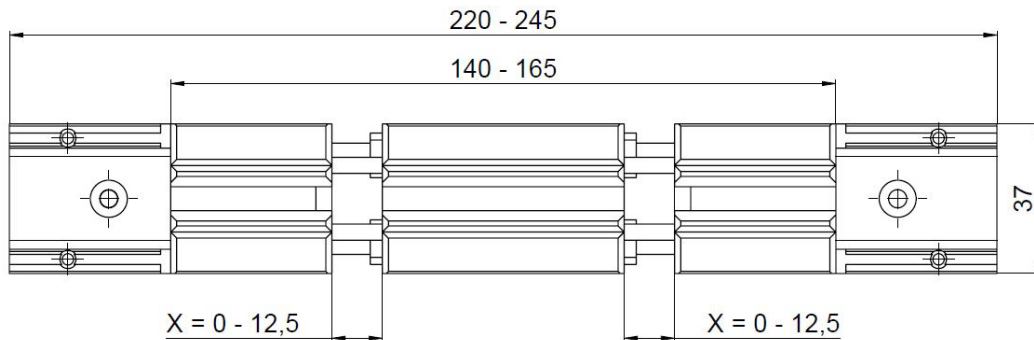
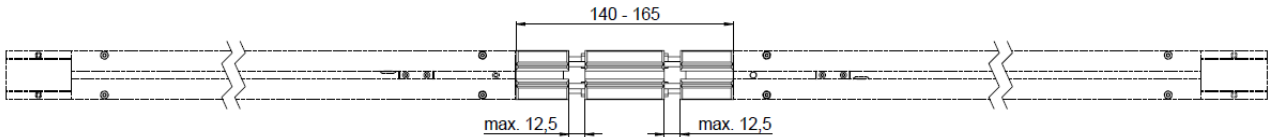
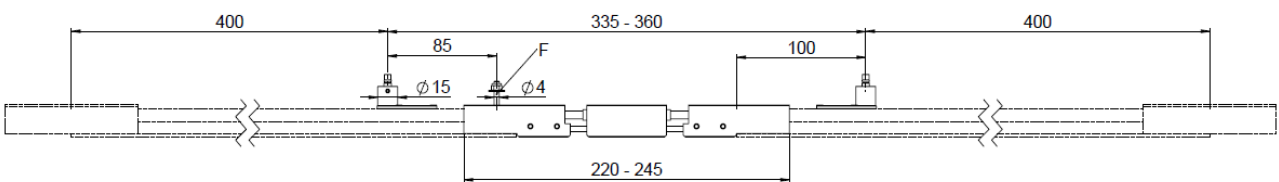

Abb. 54: Luftspalt im Dehnelement
Abb. 72: Streckeneinspeisung ohne Positionierungssteg
Abb. 73: Streckeneinspeisung ohne Positionierungssteg; F = Fixpunkt
- Die Position des Durchgangslochs kann Abb. 73 und Abb. 54 entnommen werden.
System mit Positionierungssteg (Maße bitte Abb. 72 bis Abb. 73 entnehmen)